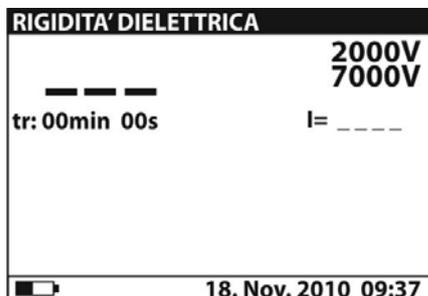

Fig. 43: Page-écran initiale test de rigidité      Fig. 44: Page-écran finale test de rigidité
2. Sélectionner à l'aide des touches fléchées ▼ ou ▲ l'option «RIGIDITÀ DIELETTRICA» dans le menu principal et confirmer avec la touche **SELECT**. La page-écran de Fig. 43 est affichée
3. » dans le menu principal et confirmer avec la touche **SELECT**. La page-écran de Fig. 43 est montrée par l'instrument